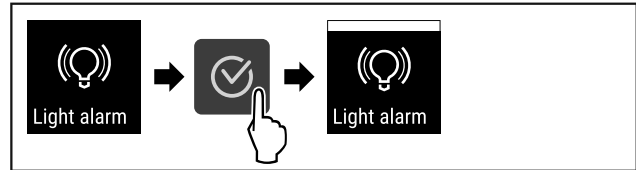

Fig. 98
▶ Изпълнете стъпките (виж Fig. 98) .